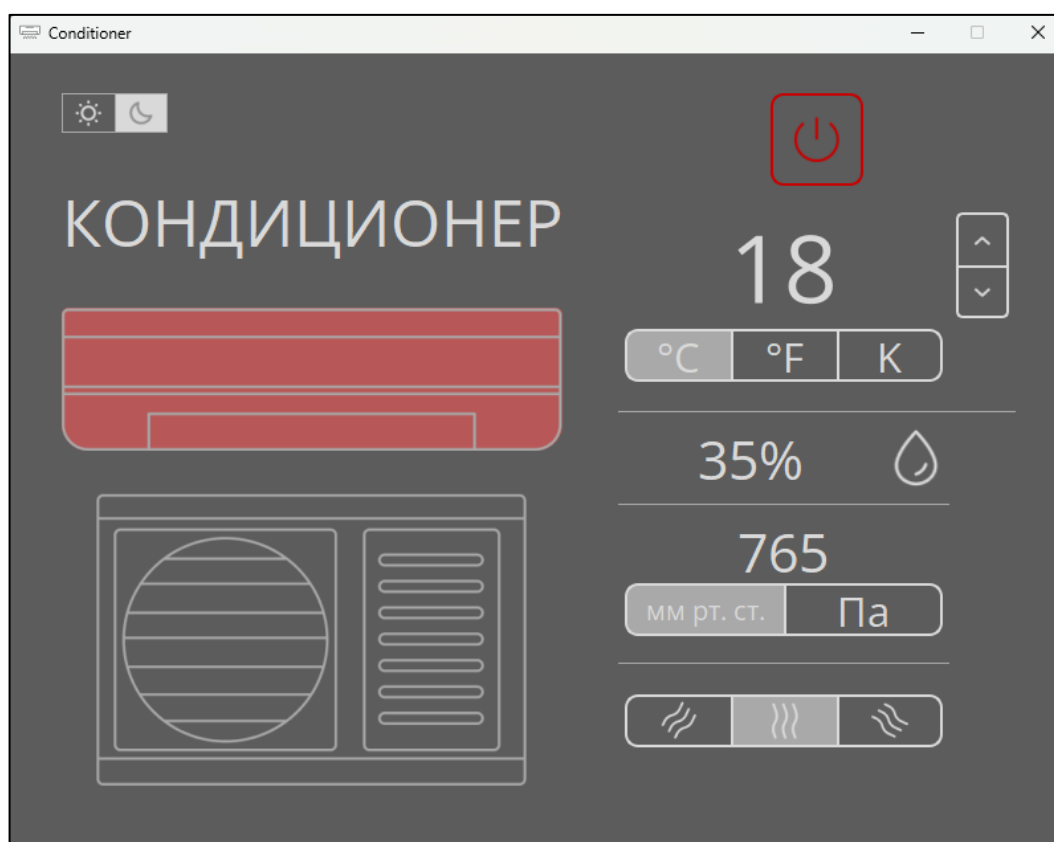

Рисунок 4 – Окно с индикатором, сообщающим о проблеме
- нажатие кнопок отправки проблем с внутренним/внешним блоком приведет к изменению цвета соответствующего индикатора в основном окне (рис.4), сообщая пользователю о проблеме, нажатие кнопок решения соответствующих проблем возвращают индикаторам изначальный цвет.